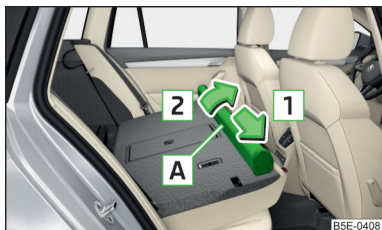

Fig. 146
- Poussez le boîtier du filet de séparation **A** dans le sens de la flèche **1** et sortez-le des logements du dossier des sièges arrière dans le sens de la flèche **2** » fig. 146.